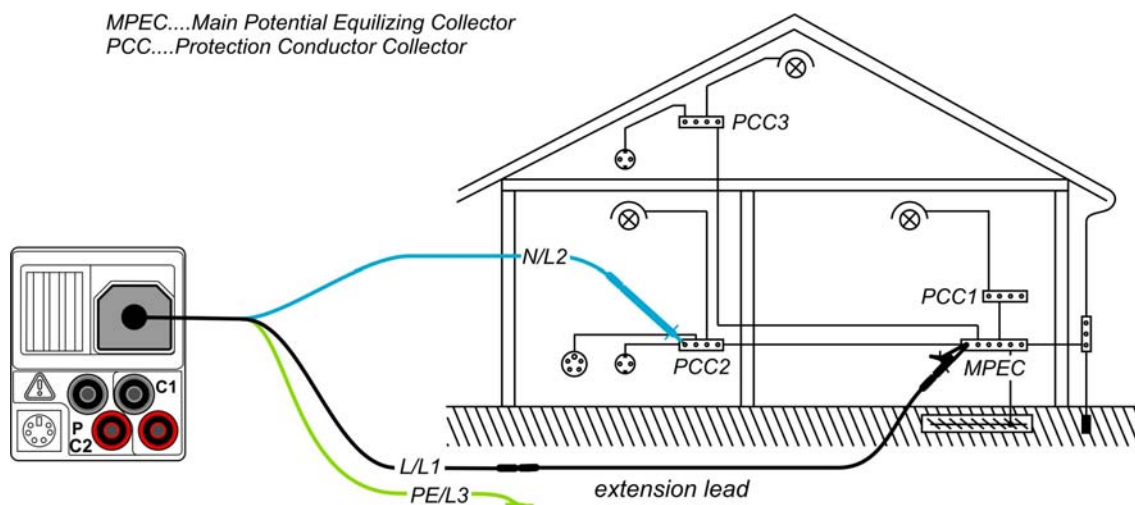

Bild 5.9: Anschluss des Universal-Prüfkabels mit optionaler Verlängerungsleitung
- ❑ **Schließen** Sie die Prüfleitungen an der entsprechenden Schutz Erde-Verdrahtung an (siehe Bild 5.9).